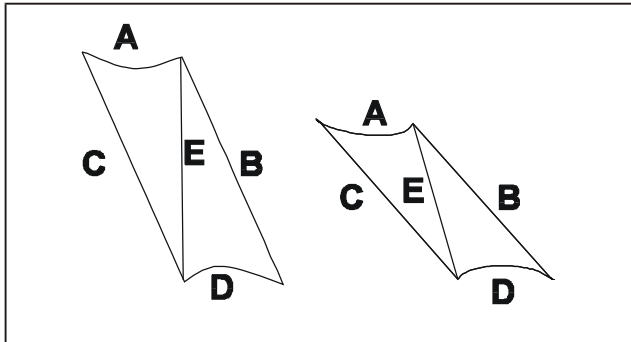

Рис. 5.
- Эффект 2** -материал **А** на рис. 5 никак не изменится, так как расстояние между витками в этом месте остается прежним. Это также касается материала воздуховода, обозначено как **Д**. Материал в середине воздуховода, между **В** и **С**, окажет некоторое сопротивление этому движению. Это сопротивление можно продемонстрировать на следующем эксперименте. Возьмите лист бумаги, поместите его вертикально и прижмите большими и указательными пальцами углы листа к столу. Теперь, отодвигайте левую руку, прижимая левые углы к столу. Лист начинает скручиваться в середине. Вы пытались сделать ромб из прямоугольника. Тоже самое происходит и с ламинатом (материалом) между двумя витками воздуховода. В зависимости от материала эта деформация может быть более или менее интенсивной.
В зависимости от материалов, упомянутых в 1 и 2, движение на рис. 5, будет встречено с большим или меньшим сопротивлением. Однако, эта сила намного меньше силы, необходимой, чтобы разорвать материал. Разрыв может произойти, если на материал воздействует очень высокое положительное давление. Таким образом, максимальное отрицательное давление, которое может выстоять гибкий воздуховод, намного меньше, чем максимальное положительное давление.
- 3 При уменьшении частоты спирали проволоки будет сложнее деформировать прямоугольник, рис. 5. 'A' и 'D' стали короче, а значит расстояние между 'C' и 'B' станет меньше. Будет тяжелее сдвинуть 'C' по отношению к 'B'. Уменьшение витков проволоки это хороший способ добиться большего стойкости к отрицательному давлению. Однако при этом удлинится отрезок воздуховода.